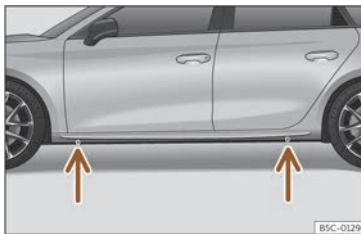

Fig. 234 Punts de suport del gat.
- Cerqueu al llarguer la marca del punt de recolzament del gat (zona enfonsada) més proper a la roda a canviar >>> fig. 234.